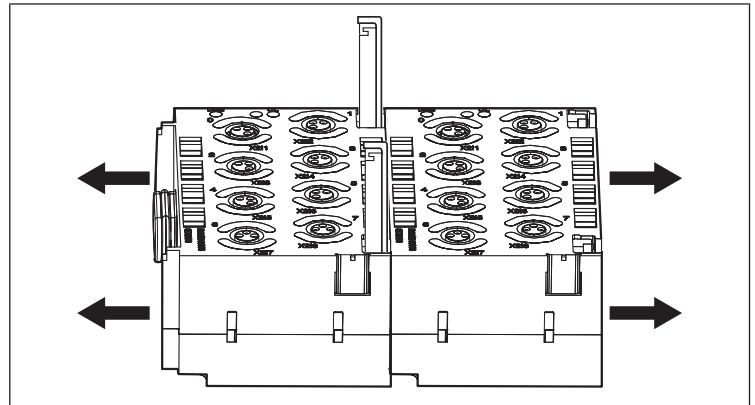

Fig. 7: Separación de módulos
4. Retire todos los componentes hacia la izquierda hasta que dejen de estar unidos al acoplador de bus (véase Fig. 7: Separación de módulos).